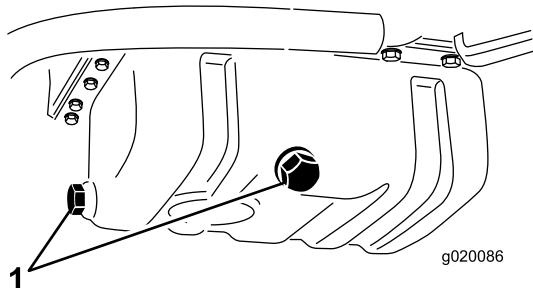

Figure 56
2. Enlevez un des bouchons de vidange (Figure 56) et faites couler l'huile dans un bac de vidange. Remettez le bouchon quand la vidange est terminée.